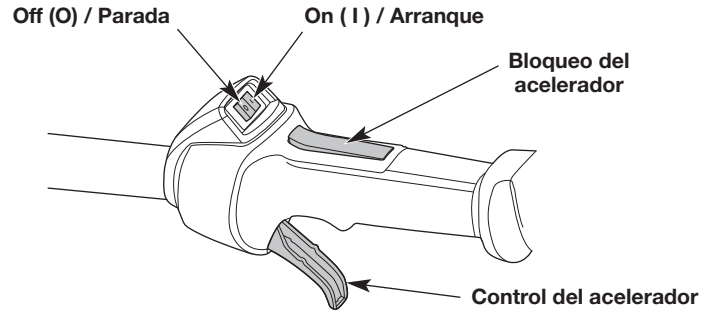
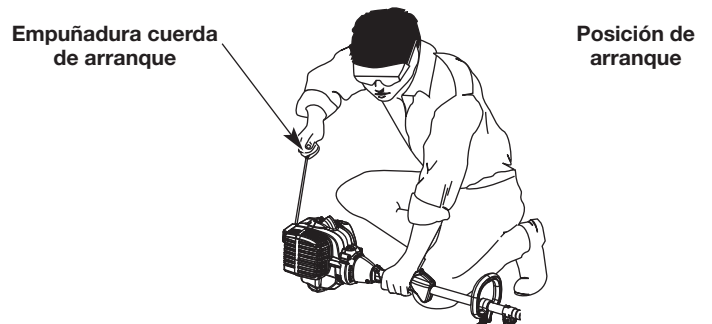

Fig. 6
Fig. 9
ADVERTENCIA: Se debe evitar arrancar accidentalmente la unidad. A fin de evitar que se produzcan lesiones graves, el operador y la unidad deben estar en una posición estable cuando se jala la cuerda de arranque (Fig. 9).
- NOTA:** No es necesario encender la unidad. El interruptor de encendido/apagado está en la posición ON (1) (encendido) en todo momento (Fig. 6).
5. Agacharse en la posición de arranque (Fig. 9).
6. **NO** apriete el control del acelerador (Fig. 6). Tire de la cuerda de arranque con un movimiento controlado y firme hasta que arranque la unidad (Fig. 9).
7. Funcione en vacío el motor durante 5 a 10 segundos. Si la unidad se detiene durante ese período, oprima el bloqueo del acelerador, apriete el control del acelerador y tire de la cuerda de arranque con un movimiento controlado y firme hasta que la unidad se ponga en marcha (Fig. 6).
8. Oprima el bloqueo del acelerador y apriete el control del acelerador (Fig. 6). Deje que el motor se caliente durante 30 a 60 segundos.
2. Oprima y mantenga apretado el interruptor de encendido/apagado en la posición OFF (O) (apagado) hasta que el motor se pare por completo (Fig. 6).
NOTA: No es necesario encender la unidad. El interruptor de encendido/apagado está en la posición ON (I) (encendido) en todo momento (Fig. 6).
7. **NO** apriete el control del acelerador (Fig. 6). Haga funcionar el accesorio de arranque eléctrico en intervalos de no más de 2 segundos cada vez hasta que arranque la unidad.
8. Funcione en vacío el motor durante 5 a 10 segundos. Si la unidad se detiene durante ese período, oprima el bloqueo del acelerador, apriete el control del acelerador y accione el accesorio de arranque eléctrico en intervalos de no más de 2 segundos cada uno hasta que la unidad se ponga en marcha (Fig. 6).
10. Oprima el bloqueo del acelerador y apriete el control del acelerador (Fig. 6). Deje que el motor se caliente durante 30 a 60 segundos.